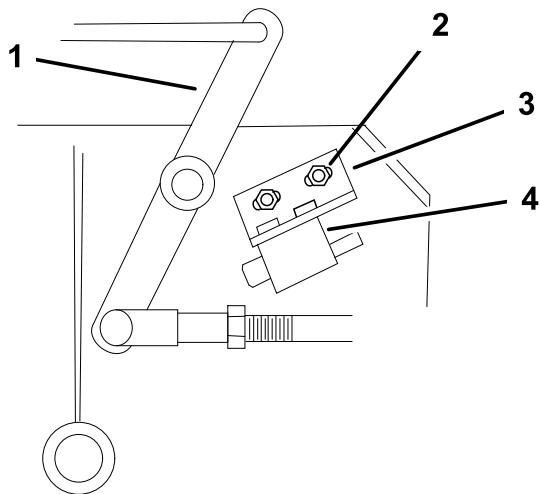

Figure 49
- Le cas échéant, réglez le contacteur de sécurité des lames en desserrant les boulons de fixation du support du contacteur (Figure 49).
Remarque: Le levier coudé **ne doit pas** toucher le corps du contacteur, car celui-ci pourrait être endommagé (Figure 49). Serrez le support de fixation du contacteur.